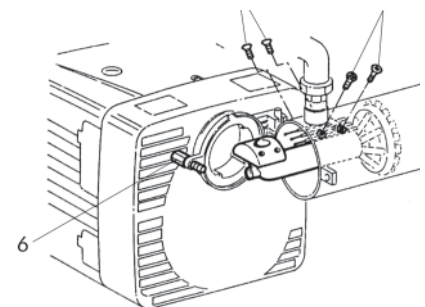

Abb.6
- Für den Zugang zum Versorgungsrohr und zu den Elektroden die Scharnierschraube 6 und die Schrauben 7 entfernen (Abb.6).